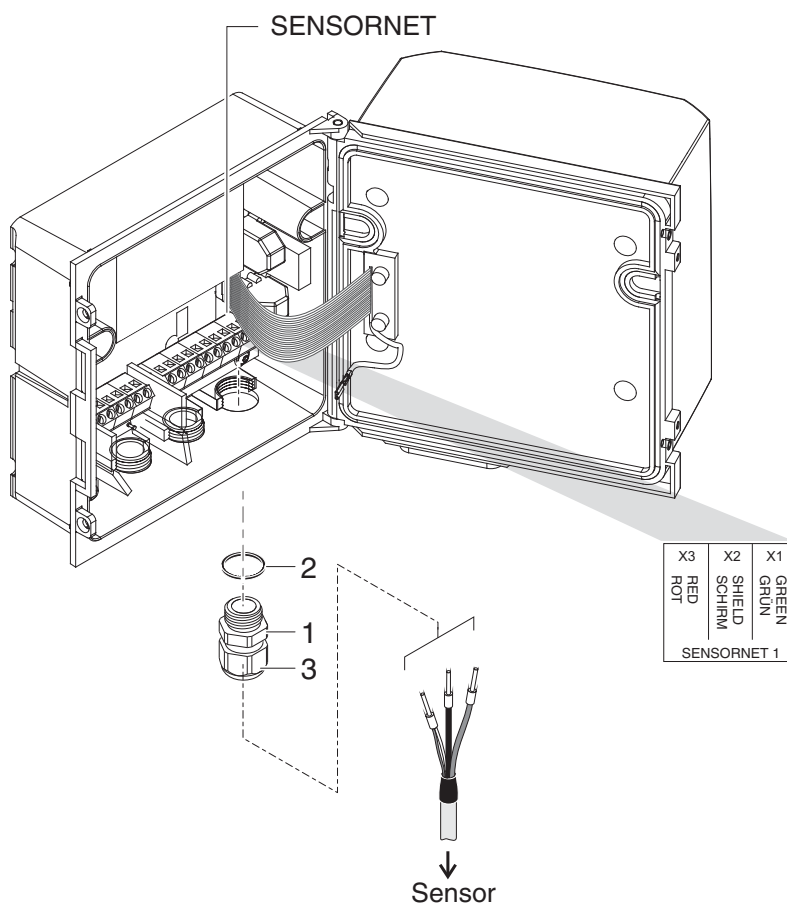

figure 3-14 Raccordement du câble (exemple DIQ/S 281-CR2)
- 3 Visser le passe-câbles à vis (pos. 1, figure 3-14) avec le joint (pos. 2) dans le boîtier du module.
- 4 Desserrer l'écrou de serrage (pos. 3 sur figure 3-14).
- 7 Serrer l'écrou de serrage (pos. 3 sur figure 3-14).
- 2 Sur la position de la connexion SENSORNET (voir étiquette adhésive dans le fond du boîtier), visser dans le boîtier le passe-câbles à vis (n° 029 212, pos. 1 de la figure 3-14) avec le joint (pos. 2).
- 3 Desserrer l'écrou de serrage (pos. 3 sur figure 3-14).
- 6 Serrer l'écrou de serrage (pos. 3 sur figure 3-14).